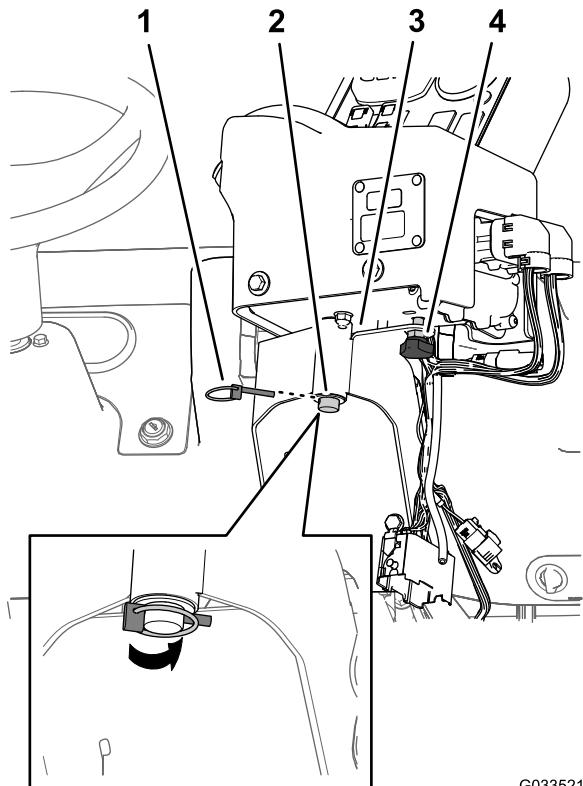

Figura 18
2. Instale la consola de control en el soporte de montaje de la consola, y sujetela con el pasador de seguridad (Figura 18).
| 3. Instale el pomo y apriételo para evitar que la consola gire durante el uso (Figura 18). | |